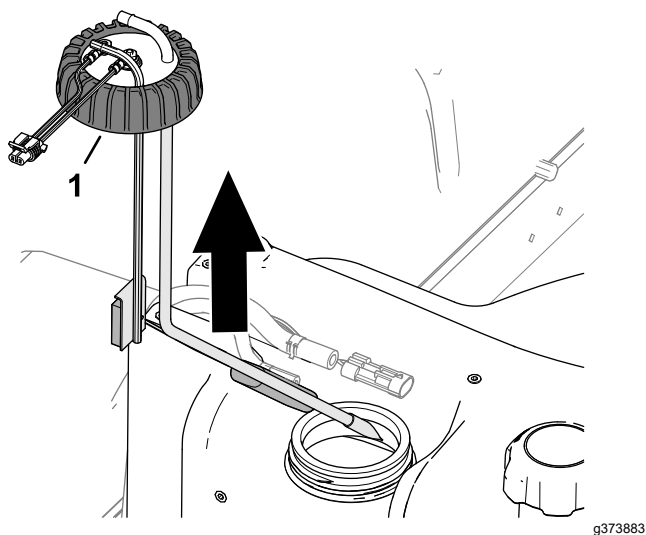

Figura 126
5. Slăbiți capacul transmițătorului pentru combustibil (Figura 126).